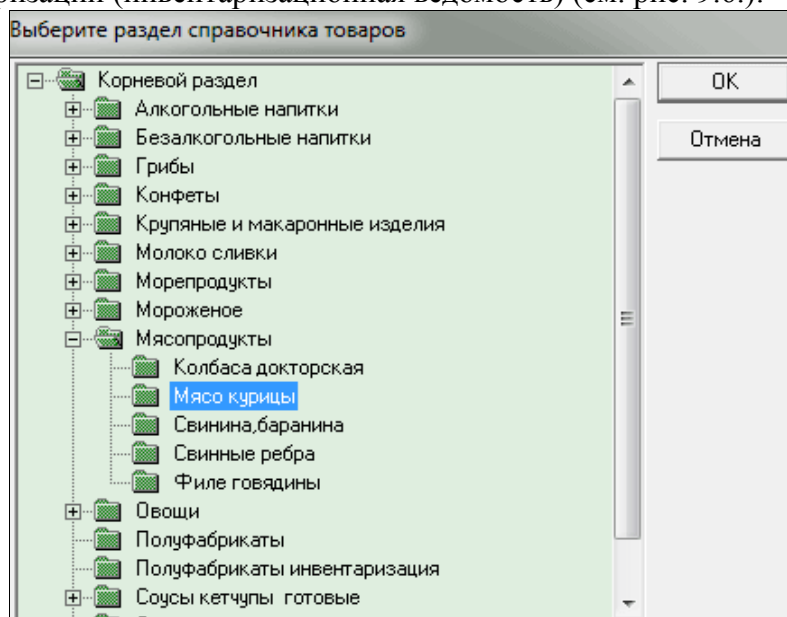

Рис. 9.5.
2. выбрать раздел справочника товаров (см. рис. 9.5.) и нажать левой кнопкой мышки на кнопку «ОК» или нажать на клавиатуре клавишу **Enter** — откроется акт инвентаризации (инвентаризационная ведомость) (см. рис. 9.6.).